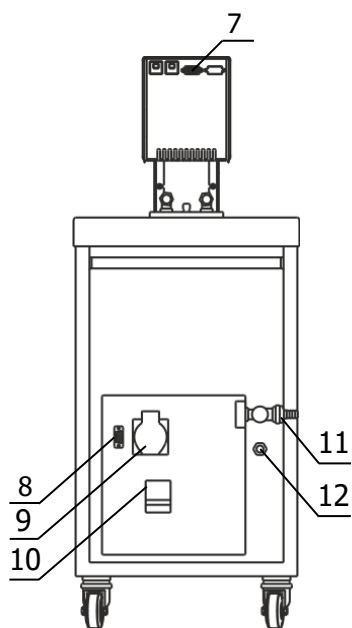

Рисунок 4 — Задняя панель термостата
2.2.4 К переливному штуцеру 12 (рисунок 4) присоединить гибкий шланг, второй конец которого опустить в емкость для сбора излишков теплоносителя объемом 1.5-2 литра.
2.2.7 Вставить вилку сетевого кабеля блока регулирования в розетку 9 (рисунок 4). Соединить кабелем из комплекта поставки блок регулирования (разъем 7) и холодильную машину (разъем 8). Сетевой кабель термостата подключить к питающей сети. Для этого в лабораторном помещении должна быть установлена электрическая розетка из комплекта поставки термостата.
2.2.8 Автоматический выключатель 10 (рисунок 4) перевести в положение «включено».
2.2.11 Для заполнения соединительных шлангов и устранения воздушных пробок при первом запуске термостата, необходимо включить блок регулирования в режиме прокачки. При работе циркуляционного насоса уровень теплоносителя во внутренней ванне понизится, что может привести к срабатыванию защиты от недостаточного уровня теплоносителя. Доливать теплоноситель следует до тех пор, пока он не начнет переливаться через штуцер 12 (рисунок 4).
2.3.3 При работе термостата на температурах, близких к нижней границе диапазона регулирования необходимо доливать теплоноситель до момента слива его из переливного штуцера 12 (рисунок 4) при охлаждении термостата на каждые 10 °С.
- на короткое время перевести автоматический выключатель 10 (рисунок 4) в положение «выключено»;
2.4.4 Перед повторным запуском холодильной машины после наступления аварийной ситуации необходимо отключить питание термостата, для этого перевести автоматический выключатель 10 (рисунок 4) в положение «выключено».
2.5.2 Надеть сливной шланг из комплекта поставки на кран 11 (рисунок 4) и закрепить его хомутом. Свободный конец шланга опустить в емкость для сбора теплоносителя объемом, превышающим объем термостата.